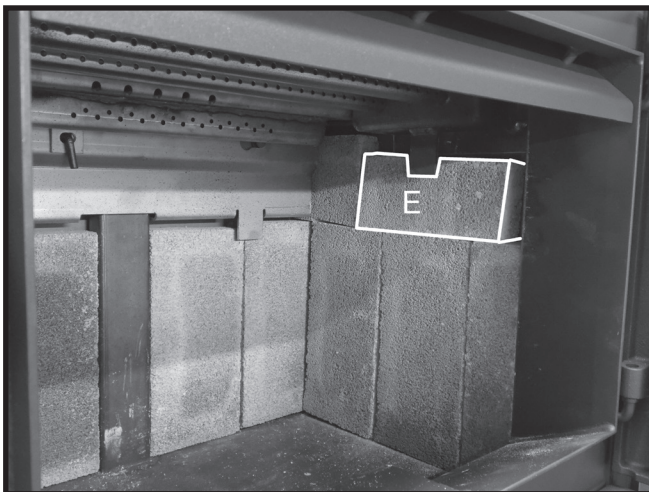
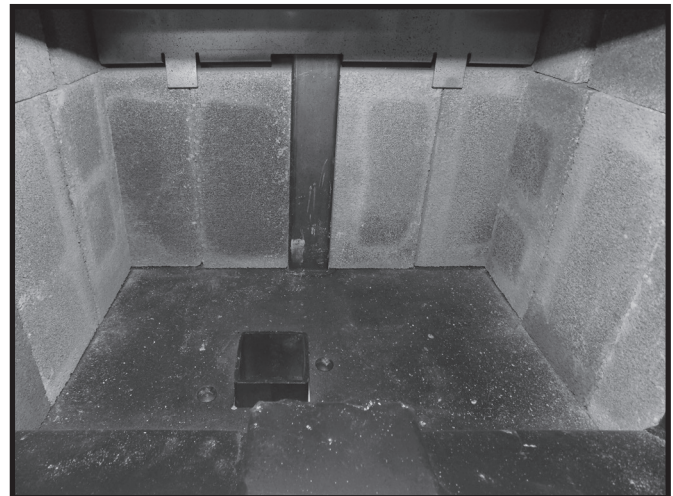

Figure 16: Dernière brique posée sur le mur droit.
Figure 17: Plancher de la chambre de combustion avec la trappe à cendres.
7. Placer la brique E sous l'onglet du rail et contre les briques A et B en place (Figure 16). Suivre les étapes 4 à 7 pour le côté gauche (Figure 17).